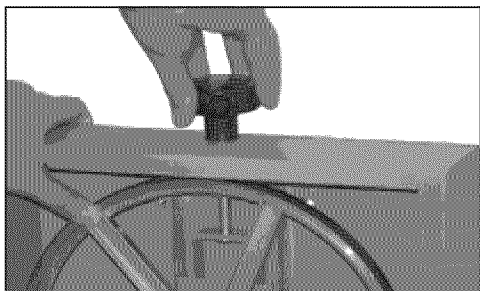

Figura 15 – Manilla de Tensión de la Hoja
- Gire hacia la izquierda la manilla de tensión de la hoja en la parte superior del alojamiento de la rueda superior para aflojar la tensión de la hoja hasta que la hoja de la sierra se haya destensado (visto desde arriba). Véase la Figura 15.